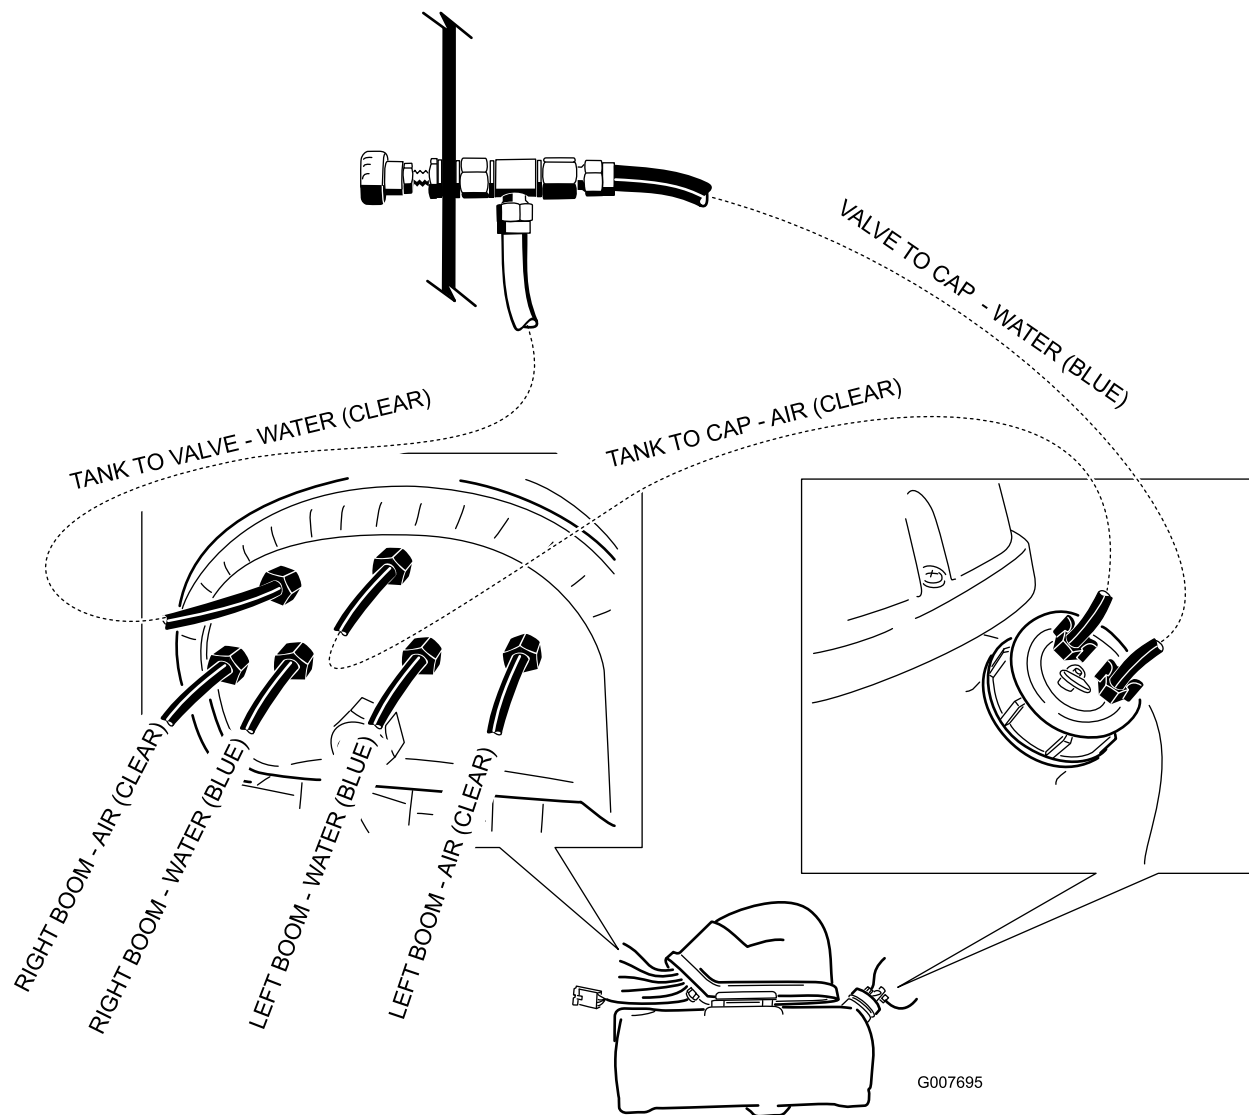

Figura 23
3. La disposizione finale dovrebbe corrispondere a quella illustrata in Figura 23.